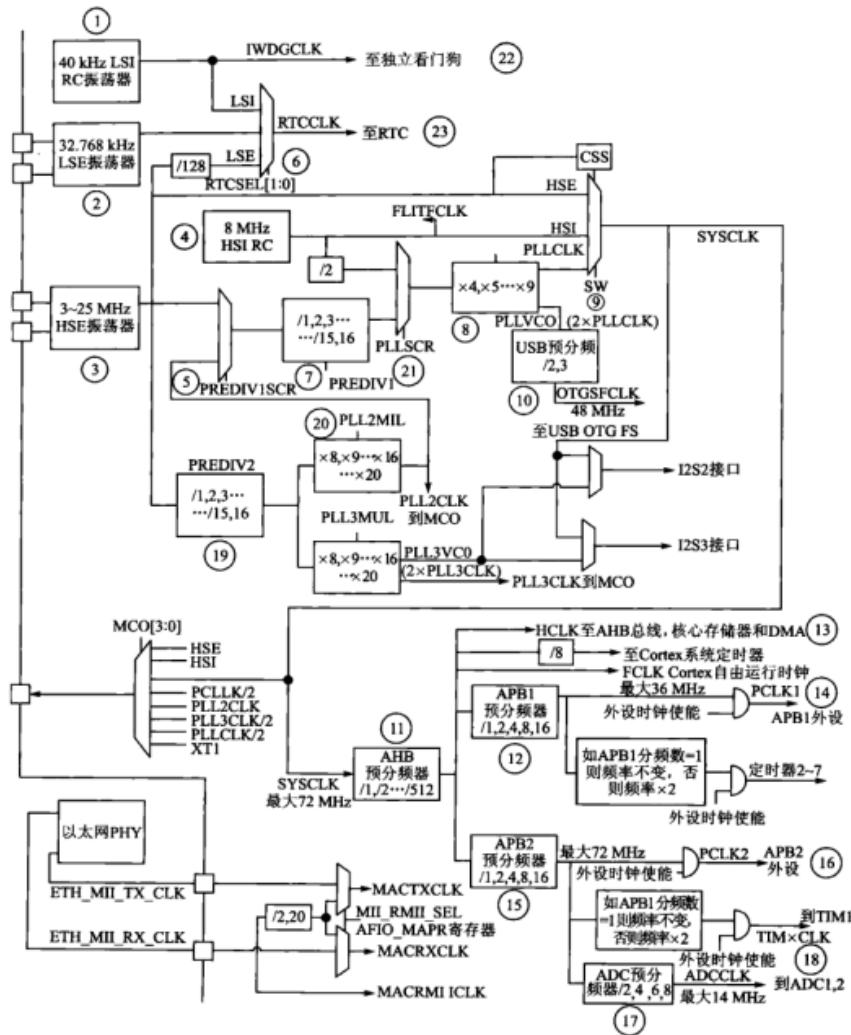

图 6.2.1 STM32 的时钟树
众所周知,微控制器(处理器)的运行必须要依赖周期性的时钟脉冲来驱动——往往由一个外部晶体振荡器提供时钟输入为始,最终转换为多个外部设备的周期性运作为末。这种时钟“能量”扩散流动的路径,犹如大树的养分通过主干流向各个分支,因此常称为“时钟树”。在一些传统的低端 8 位单片机,诸如 51、AVR、PIC 等单片机,其自身也具备一个时钟树系统,但其中的绝大部分是不受用户控制的,即在单片机上电后,时钟树就固定在某种不可更改的状态(假设单片机处于正常工作的状态)。比如 51 单片机使用典型的 12 MHz 晶振作为时钟源,则外设如 I/O 口、定时器、串口等设备的驱动时钟速率便已经是固定的,用户无法将此时钟速率更改,除非更换晶振。而 STM32 微控制器的时钟树则是可配置的,其时钟输入源与最终达到外设处的时钟速率不再有固定的关系,本节将详细解析 STM32 微控制器的时钟树。图 6.2.1 是 STM32 微控制器的时钟树,表 6.2.1 是图 6.2.1 中各个标号所表示的部件。
表 6.2.1 图 6.2.1 标号释义
本书第一个实验中所介绍的 GPIO 外设属于 APB2 设备，即 GPIO 的时钟来源于 APB2 总线，同样在图 6.2.1 中也可以寻获 GPIO 外设的时钟轨迹为：
- 其次，读者应从图 6.2.1 区分出各个总线和对应的时钟：其中 PLLCLK 表示 PLL 锁相环的输出时钟，SYSCLK 表示系统时钟，HCLK 表示 AHB 总线的时钟，PCLK1 表示 APB1 总线的时钟，PCLK2 则表示 APB2 总线的时钟。
- ⑨、⑩两句代码的作用是设置 STM32 内部 Flash 的等待周期。做如下解释：STM32 的内部用户 Flash 用以存储代码指令供 CPU 存取并执行，STM32 的 CPU 最大频率已知为 72 MHz，但 Flash 无法达到这么高的速度，因此要在 CPU 存取 Flash 的过程中插入所谓的“等待周期”（但这个“周期”并不是指 CPU 周期），显然 CPU 速度越快，所要插入的等待周期个数越多，原则是：当 CPU 频率为 0~24 MHz 时，不需要插入等待周期，即等到周期个数为 0；当 CPU 频率为 24~48 MHz 时，插入 1 个等待周期；当 CPU 频率为 48~72 MHz 时，插入 2 个等待周期。
将上述代码中对时钟树的配置顺序与图 6.2.1 中标号对比后，不难发现上述代码依照如下流程：②→①→⑩→⑫→⑦→⑪→⑧→⑨。
通过对比发现，程序中对时钟树的配置顺序并不是依照图 6.2.1 中由左到右、由上到下配置的，这是为什么呢？事实上这个问题相信大部分读者都可以自己解释：电子设计世界的思维和操作方式，其顺序往往和日常生活是不一样的，比如人们经常先给电视机连接电源，再打开电视机开关；先把大水管的总闸打开，再打开小水龙头……总而言之是一种由“主”到“次”的顺序。但电子设计世界的思维方式，以最常见的 51 单片机的开发平台为例，开发人员往往先把